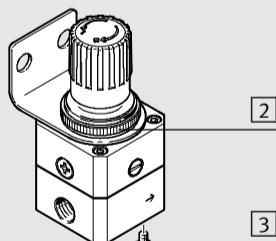

Bild 2 / Fig. 2
- Erdeln Sie das LRP mit beiliegender Erdungsschraube [3] (→ Bild 2).